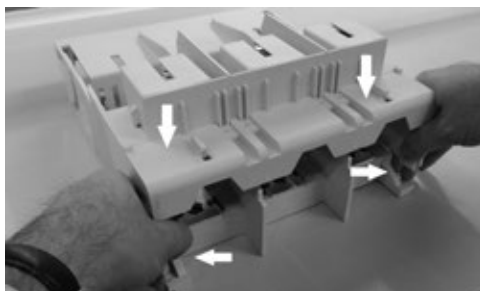

Figura 9
- Mova a proteção de terminais até a base até que os grampos da tampa de terminais se prendam (Figura 9).